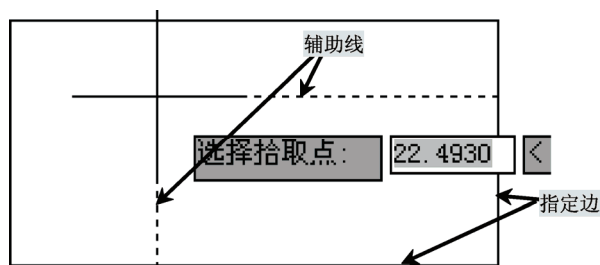

图 6-17 拖动选项
- ☑ 一半 (H): 在两条直线的平分线上确定交点。
- ☑ 拖动 (DR): 就像辅助线一样显示两条虚线, 分别垂直于用户选择的两条直线。交点看起来好像就附着在鼠标光标上。单击选择一点, 执行“矩形中心”命令 (ampsnapcen), 指定两条边, 再选择“拖动”选项, 如图 6-17 所示。